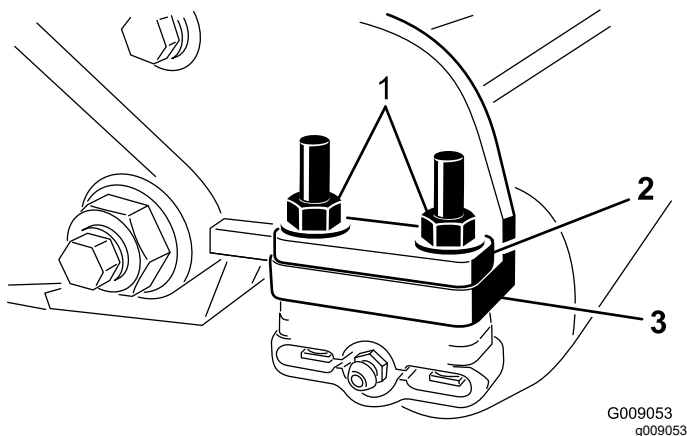

Bild 23
9. Entfernen Sie die zwei Muttern, mit denen jede Rollenhalterung an den Seitenplatten befestigt ist (**Bild 23**). Entfernen Sie die Schrauben nicht.